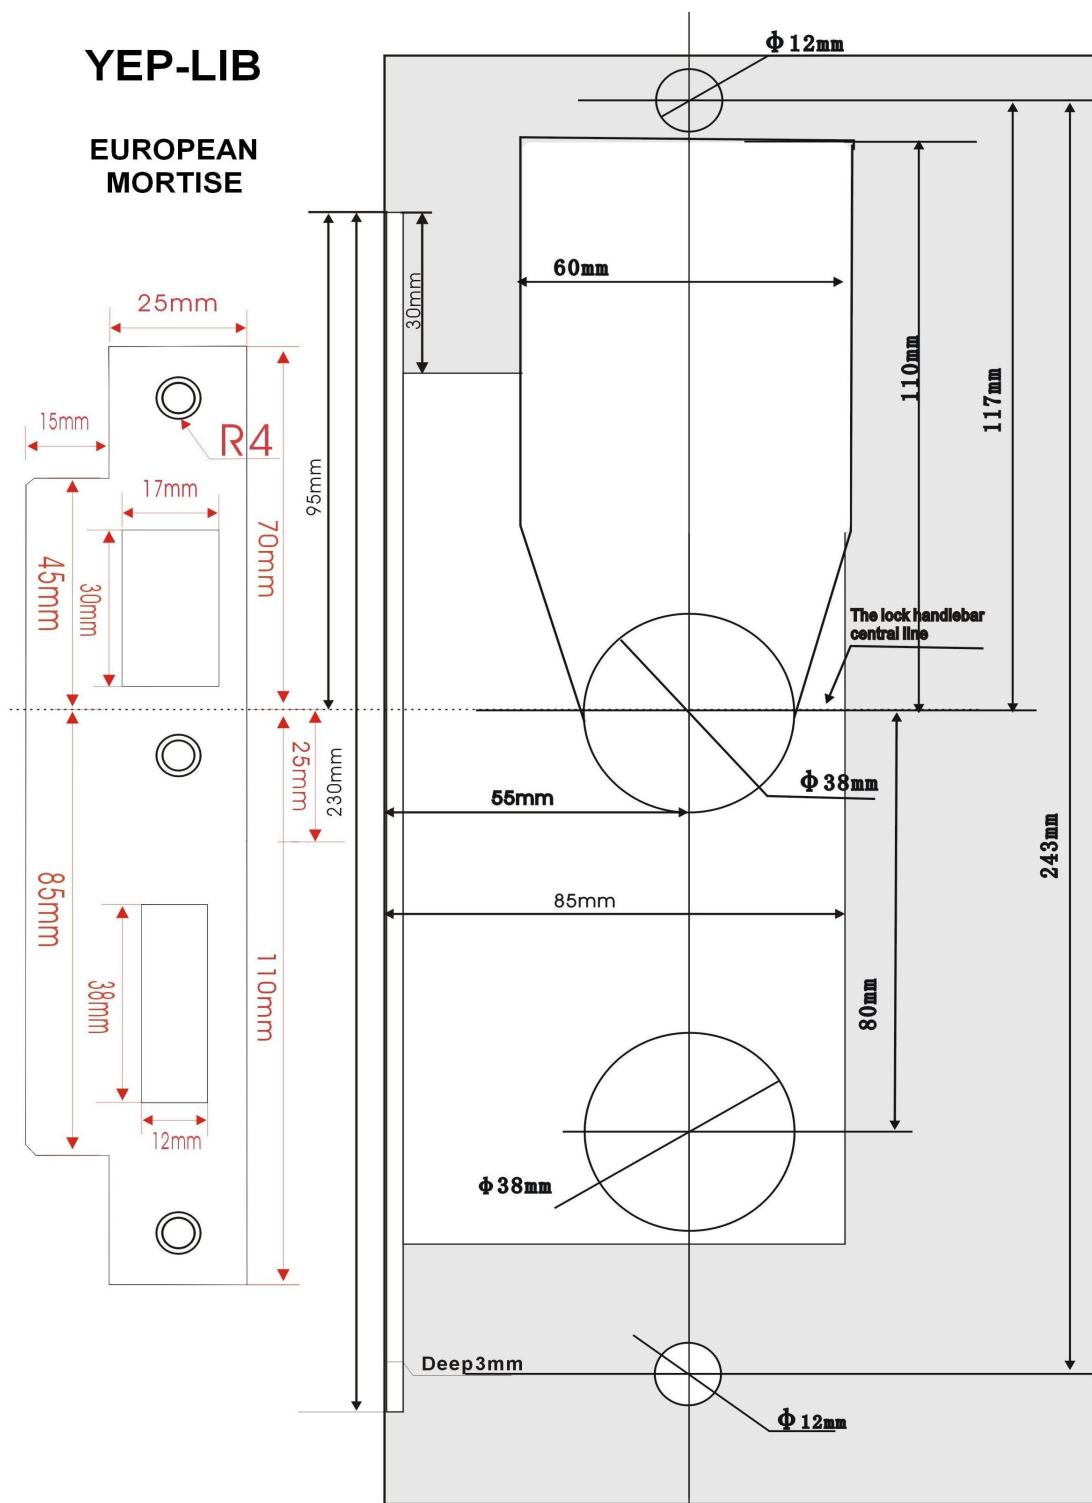

Figura 4 Planul de găurire
doriți să instalați yala conform indicațiilor din figura 4.
2. Desenați conturul pentru decuparea laterală conform indicațiilor din figura 4.